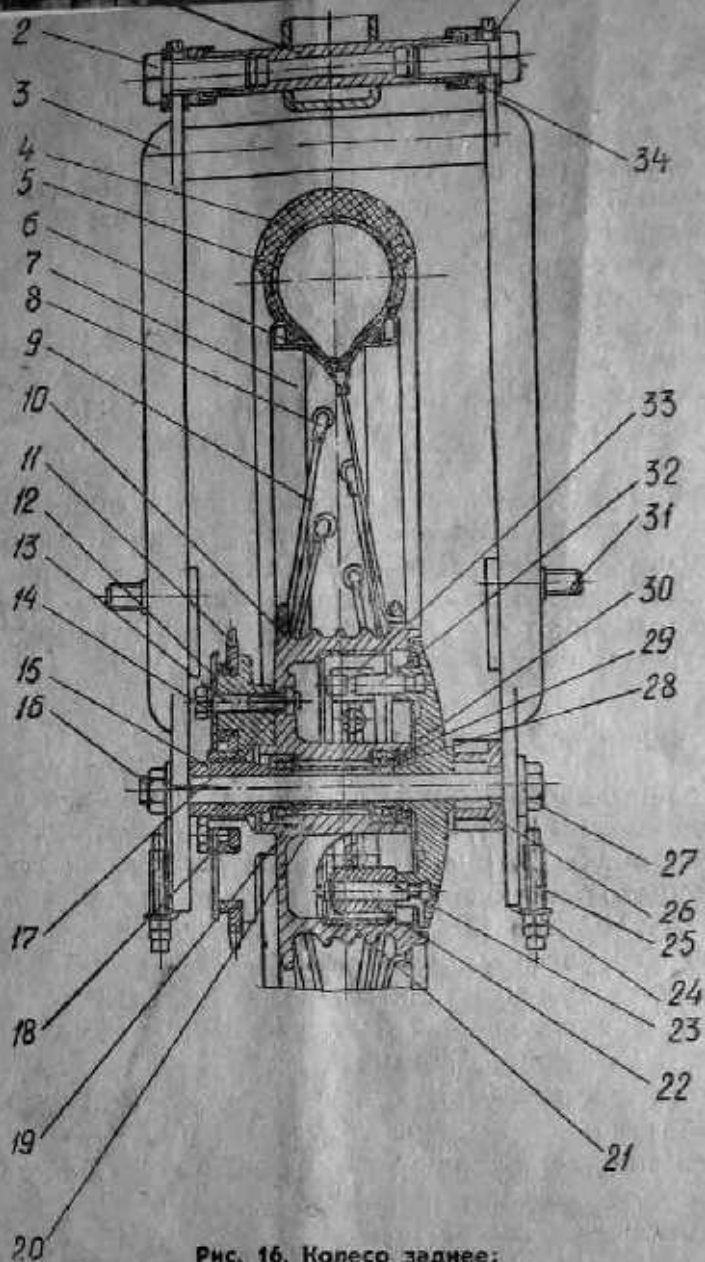

Рис. 16. Колесо заднее:
Задняя вилка (3, рис. 16) сварная состоит из двух перьев и соединяющего мостика. С рамой мопеда вилка соединена с помощью двух болтов (2), ввернутых в трубу маятника (1) и стопорящихся стопорными шайбами (35). Положение болтов фиксируется специальными гайками (34).
Поперечные разрезы заднего и переднего колес показаны соответственно на рис. 16 и 19.
Заднее колесо при необходимости снимайте в такой последовательности (рис. 16):